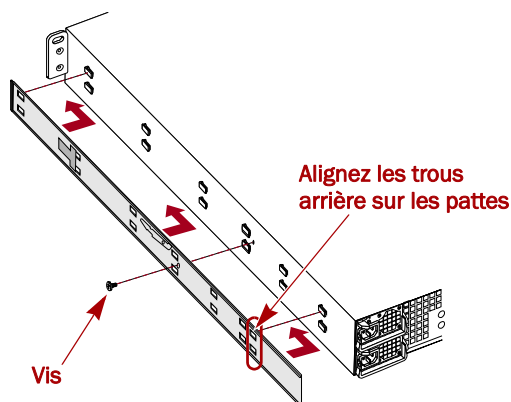

Figure 4. Montage du membre du rail interne sur l'E2000
3. Vissez le **membre interne droit** (Figure 4) :